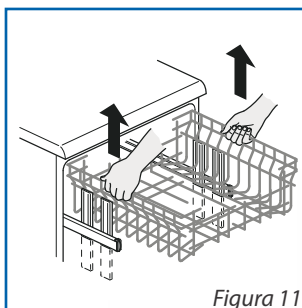

Figura 11
- Sujete el cesto de ambos lados y levántelo (Figura 11).